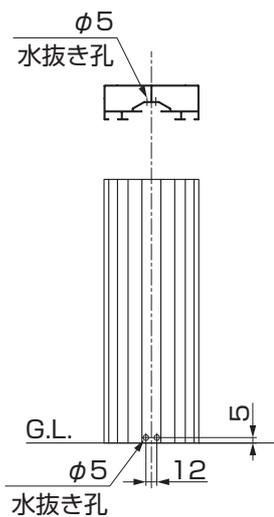

図2-3 水抜き孔の加工位置
- やむをえず水が抜けにくい場合には、G.L面より5mm程度上部の柱内側にφ5の水抜き孔2箇所をあけてください。(図2-3参照)